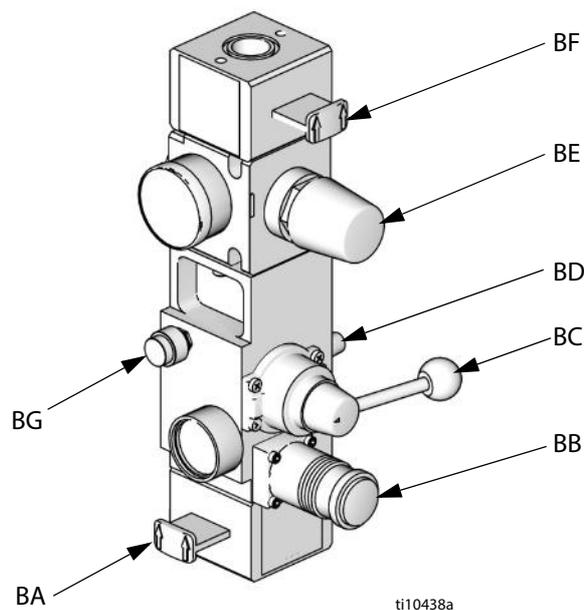

Рис. 4. Встроенные элементы управления подачей воздуха
J	Встроенные элементы управления подачей воздуха (см. Рис. 4)
- Встроенные элементы управления подачей воздуха (J). См. Рис. 4.
- Электромагнитный клапан пневматического двигателя (AD). Электромагнитный клапан включен, когда выбранный плунжер включен и находится в рабочем режиме, режиме рециркуляции или режиме заправки. Электромагнитный клапан выключен, когда система выключена или находится в режиме снятия давления, либо когда плунжер неактивен и находится в режиме готовности. Индикатор электромагнитного клапана загорается при включении.